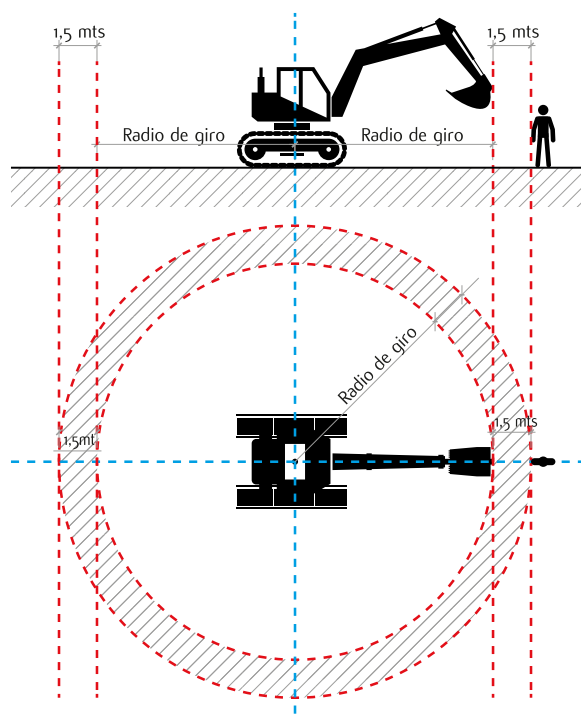

Figura 4. Distancia de seguridad por giro de maquinaria.
- 4.5. Todos los trabajadores que realicen labores junto a cualquier máquina pesada o que, al desplazarse en la faena, implique el acercamiento a las mismas, deben mantener una distancia de seguridad igual o superior a 1,5 m sumado al radio máximo de giro de la propia máquina. Esta regla es aplicable especialmente, para aquellas máquinas que realizan movimientos sobre su propio eje (p.e.: excavadora, retroexcavadora). Se debe asegurar la aplicación de ésta medida informando a los trabajadores y operadores de las máquinas y controlando su aplicación. (Figura 4).